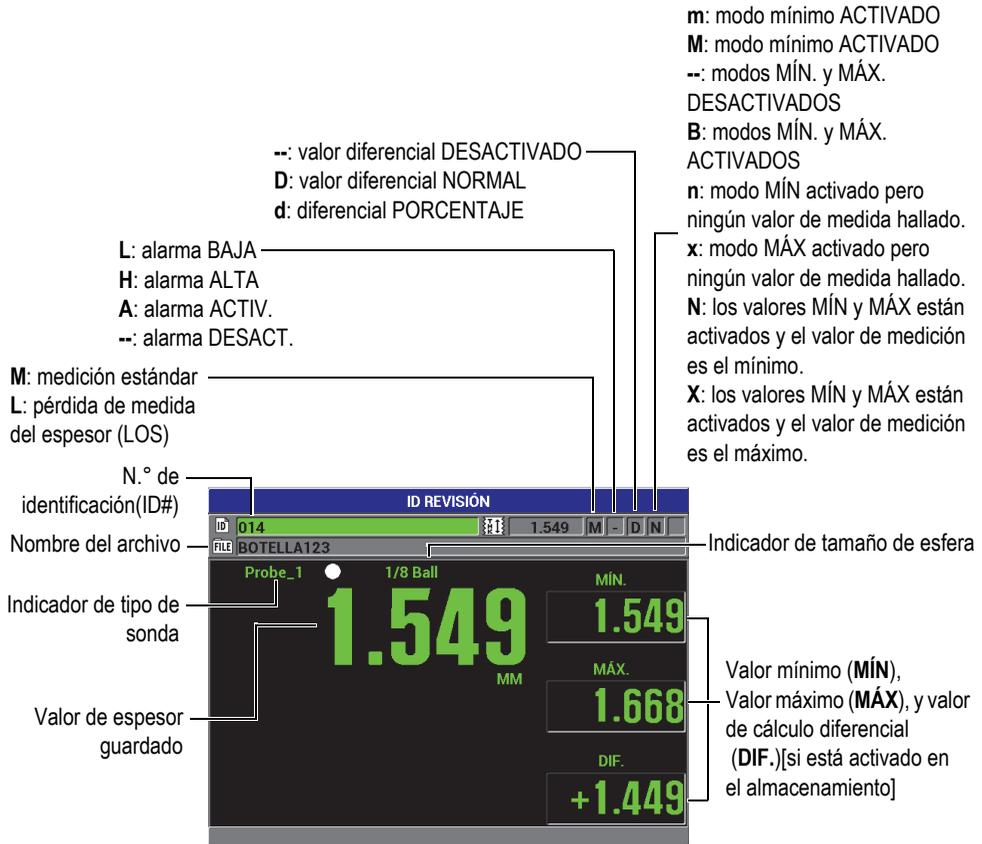

Figura 7-15 Pantalla de revisión de los ID de medidas
La Figura 7-15 en la página 149 muestra un ejemplo de la pantalla de revisión de los identificadores y describe su contenido. Los indicadores cuentan con las mismas abreviaciones que aquellas utilizadas por el medidor para enviar las órdenes de comando.
2. En la pantalla de medición, pulse la tecla **[ID#]** para abrir la pantalla **ID: REVISIÓN** (ver la Figura 7-15 en la página 149).